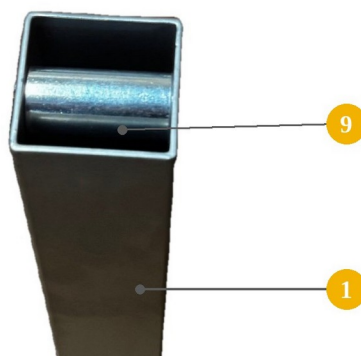
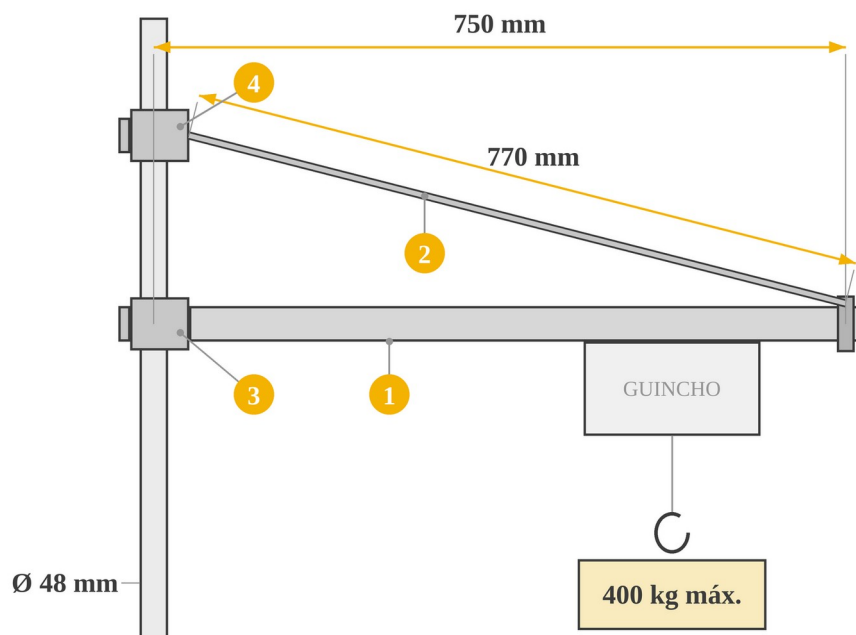

FIG. 3 — Casquilho espaçador (9) colocado dentro da lança (1)
FIG. 6 — Esquema de montagem e cotas
MONTAGEM E INSTALAÇÃO (FIG. 3 A FIG. 6)
- 1) Introduza o casquilho espaçador (9) na extremidade livre da lança (1) e alinhe-o com os respetivos furos (Fig. 3). O casquilho impede que o tubo se esmague ao apertar o parafuso de união.
- 8) Verifique se a lança fica nivelada (Fig. 6); caso contrário, corrija a altura do suporte superior. Aperte então firmemente e por igual todas as porcas das abraçadeiras, de modo que os mordentes dentados fiquem bem assentes no tubo e os suportes não possam deslizar nem rodar.